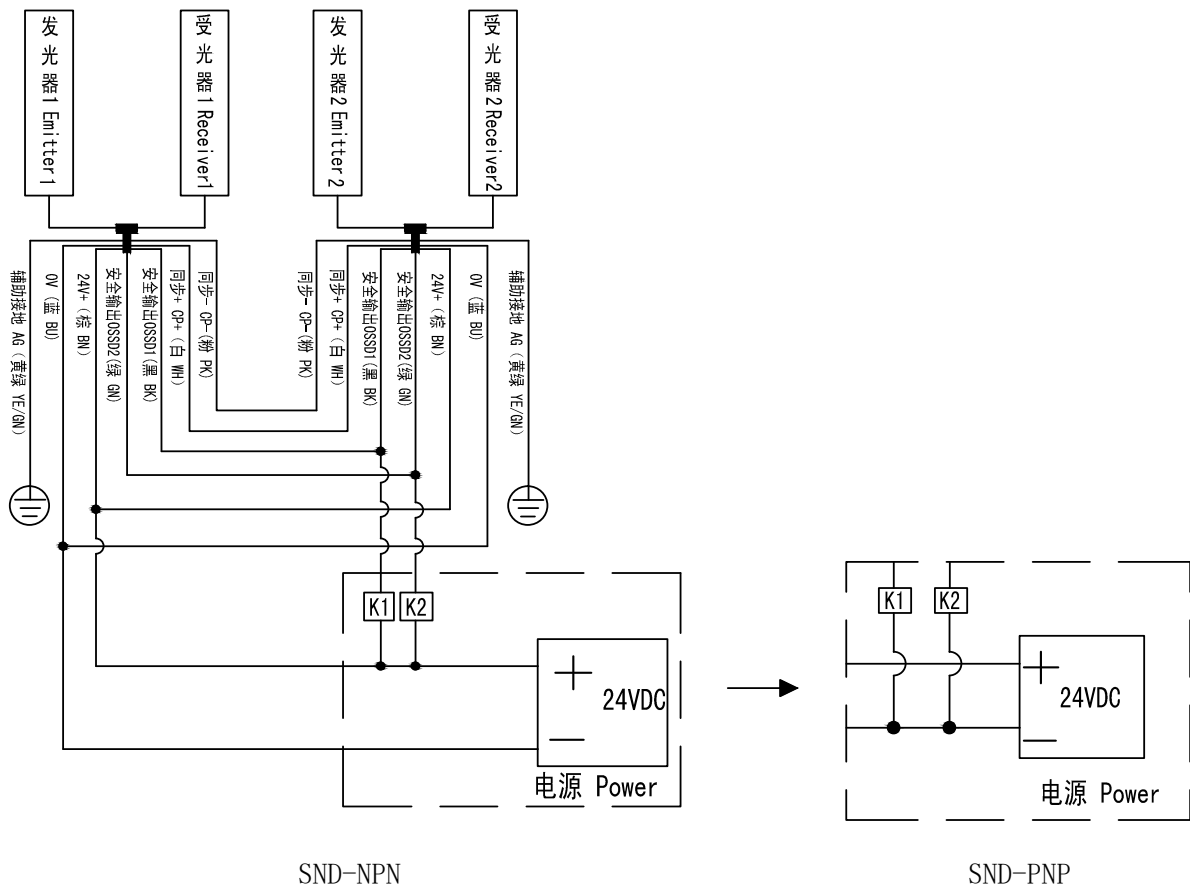
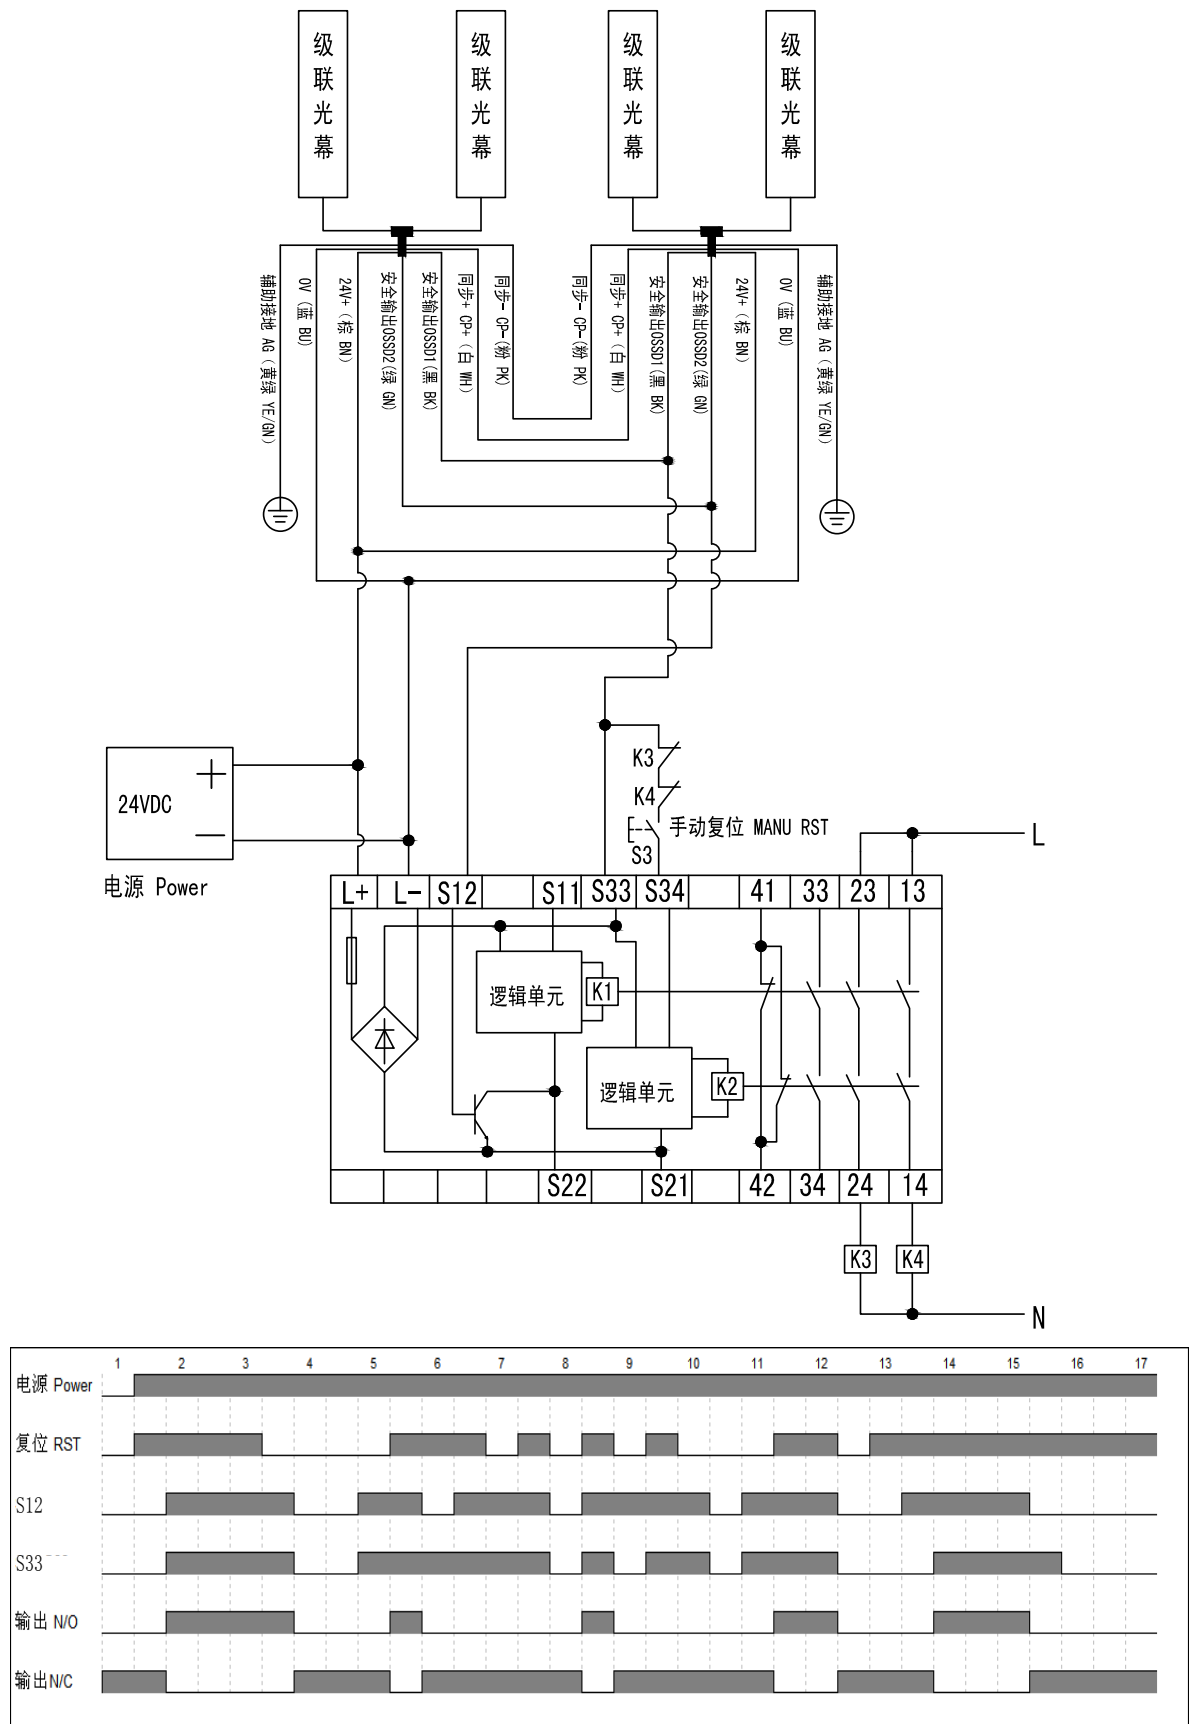

图5-4 标准型SND/E系列级联光幕接线图
图5-9 SND/E系列级联光幕配SR4P3A1B24接线图、时序图
3. 图5-4、5-5、5-6中K1、K2，图5-9、5-10、5-11、5-12、5-13中K3、K4为外部设备，应选用具有强制导向结构的继电器或电磁接触器。